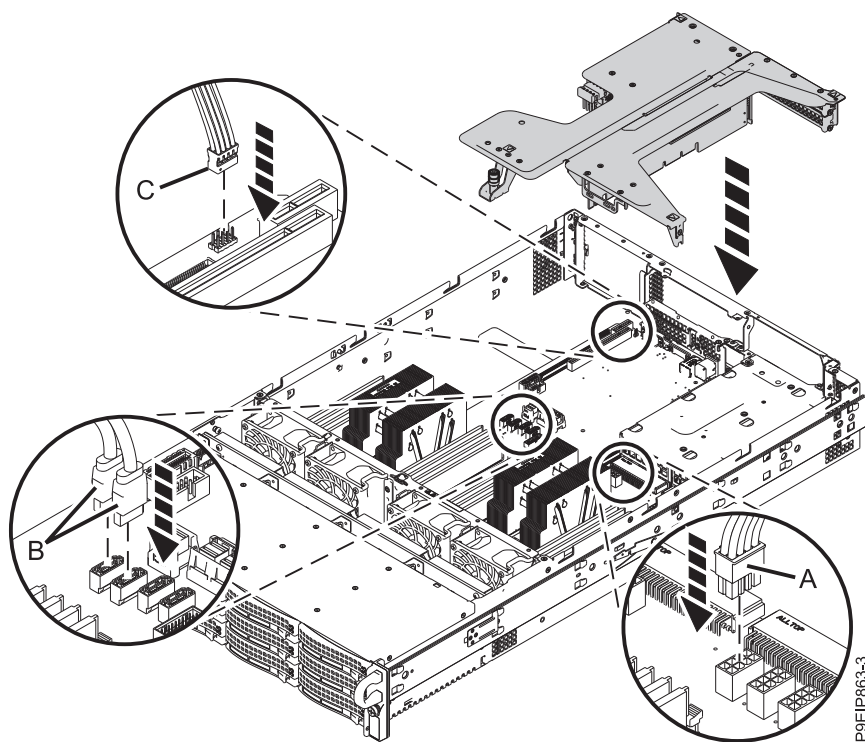

Figura 29. Conectando os cabos de sinal e os cabos de energia da unidade ao painel traseiro do sistema
6. Usando as etiquetas e os locais, conecte os cabos de sinal da unidade **(B)** e **(C)** ao painel traseiro do sistema, conforme mostrado na Figura 29 na página 29. Conecte o cabo de energia da unidade **(A)** ao painel traseiro do sistema. Usando o polegar, pressione a trava de liberação no conector para desconectar o cabo.